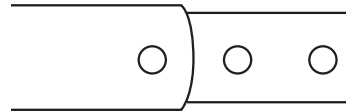

Рис. 2.
3. Вставьте конец стойки с винтовыми отверстиями в зажимную опору. Совместите отверстия на зажимной опоре и стойке (рис. 2).